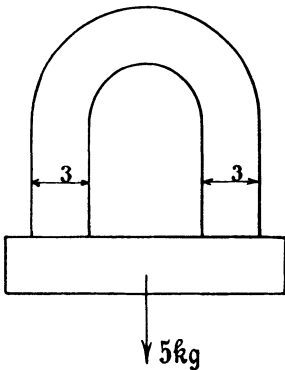

Fig. 36.
134. Ein Hufeisenmagnet ist imstande, an seinem Anker 5 [8] (20) kg zu tragen. (Fig. 36.) Seine Dicke senkrecht zur Papierebene beträgt 1 [1,5] (4) cm, die Breite 3 [4] (5) cm. Wie groß ist hiernach die Induktion zwischen den Übergangsstellen von Magnet und Anker, und wie viele Kraftlinien gehen vom Nordpol zum Südpol?